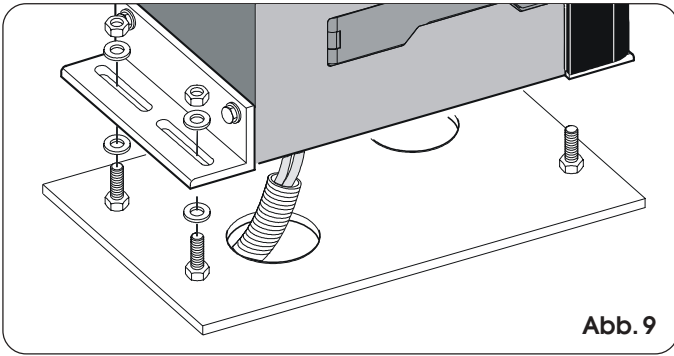
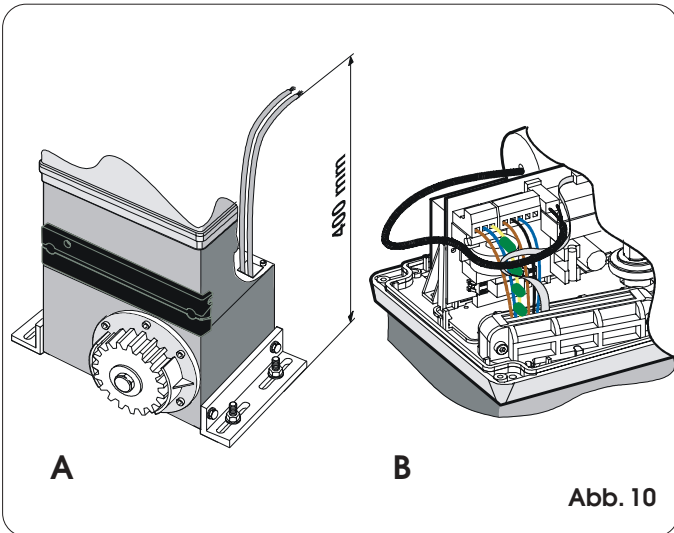

Abb. 9
Abb. 10
- 3) Den Antrieb mit den Unterlegscheiben und den Muttern aus dem Lieferumfang gemäß Abb. 9 auf der Platte anbringen. Hierbei die Kabel durch die in der unteren Gehäusehälfte vorgesehene Führung in den Antrieb einziehen (Abb. 10 - Bez. A). Die Kabel mit Hilfe der mitgelieferten Kabelpresse aus Gummi durch die entsprechende Öffnung zum elektronischen Steuergerät führen. Dafür sind die Kabelmäntel zu entfernen, sodass die Kabelpresse lediglich auf den einzelnen Drähten haftet (Abb. 10 - Bez. B).